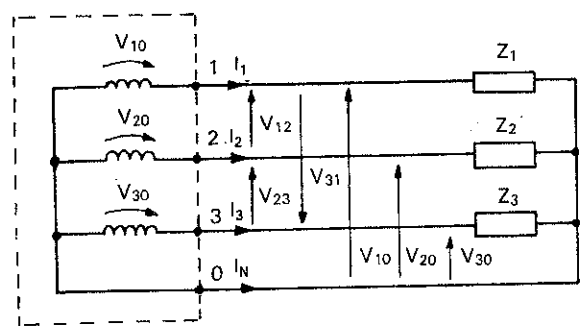

Figura 15.6. Tensiones y corrientes en un alternador en estrella.
En esta conexión se han unido los tres terminales libres de las bobinas del alternador a un punto común, formando el conductor neutro (0). Las otras partes activas de las bobinas (1), (2) y (3) forman los conductores de cada una de las fases del sistema trifásico. Para hacer un estudio completo de esta conexión, se ha conectado el alternador a un receptor que consta de tres cargas óhmico inductivas ( $Z_1, Z_2$  y  $Z_3$ ) conectadas entre sí en estrella, tal como se muestra en la Figura 15.6.